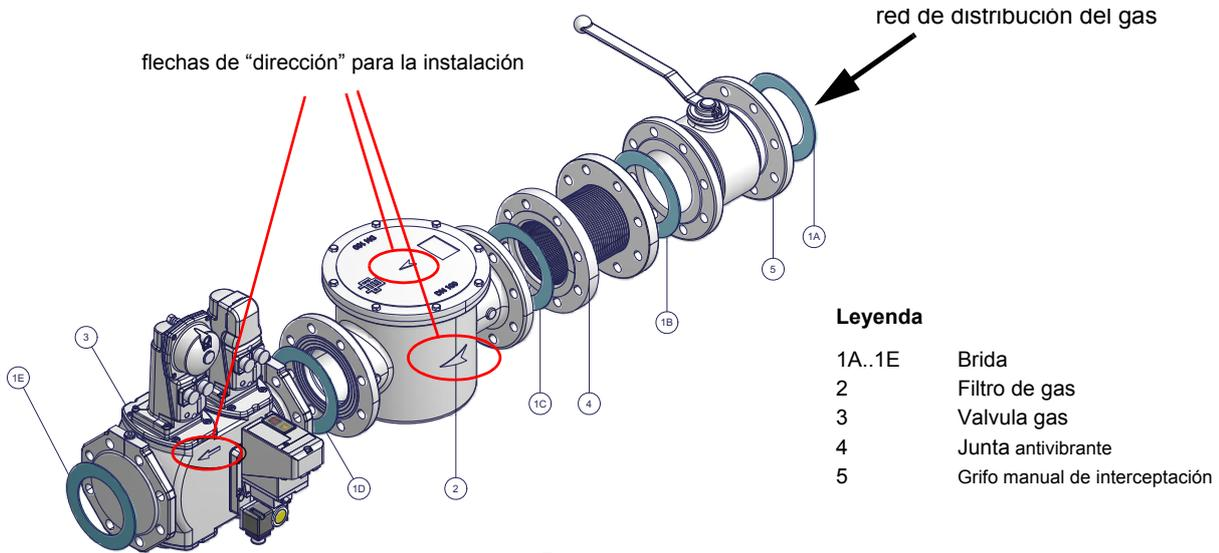

Fig. 5 - Ejemplo de rampa gas
- 1-b) en el caso de juntas embridadas: interponer entre un miembro y el otro, una junta (n. 1A..1E - Fig. 5), compatible con el gas utilizado,
ATENCIÓN: después de haber montado la rampa según el esquema indicado en Fig. 5, tiene que ser efectuada la prueba de estanqueidad del circuito gas, según las modalidades previstas por la normativa vigente.
<p>ATENCIÓN: después de haber montado la rampa según el esquema indicado en Fig. 5, tiene que ser efectuada la prueba de estanqueidad del circuito gas, según las modalidades previstas por la normativa vigente.</p>